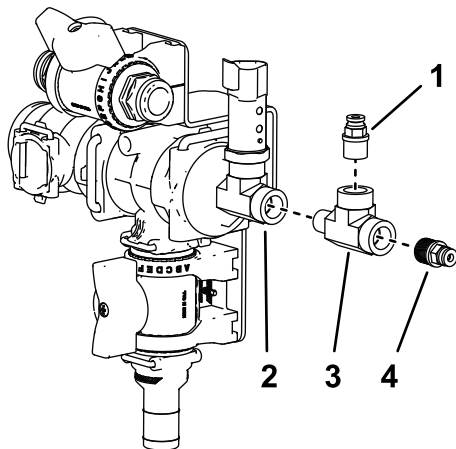

Figura 30
11. Remova o acoplador existente da união em T e do coletor em T (Figura 30).
12. Aplique vedante PTFE nas roscas da união em T roscada e encaixe a união em T incluída na união em T existente (Figura 30).
13. Aplique vedante PTFE nas roscas do acoplador incluído e encaixe-o na parte superior da união em T instalada recentemente (Figura 30).
14. Aplique vedante PTFE nas roscas do acoplador removido no passo 11 e encaixe-o na ponta da união em T instalada recentemente (Figura 30).